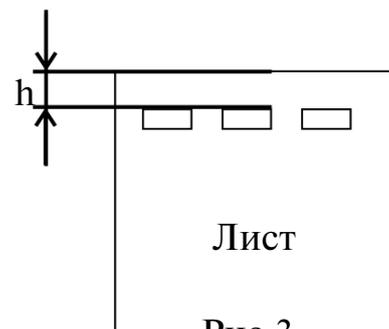

Рис.3
1. Установите и зафиксируйте винтом подвижный упор (5) по схеме, согласно формату листов. При правильной установке упора - крайнее левое отверстие перфорации не попадает на край листа.
2. Установите размер отступа (Рис.3) посредством регулятора отступа пробивания (6).
5. Выключатели ножей (7) предназначены для перфорации листов формата меньшего, чем А4, чтобы крайнее правое отверстие перфорации не попадало на край листа и для нестандартных пружин.